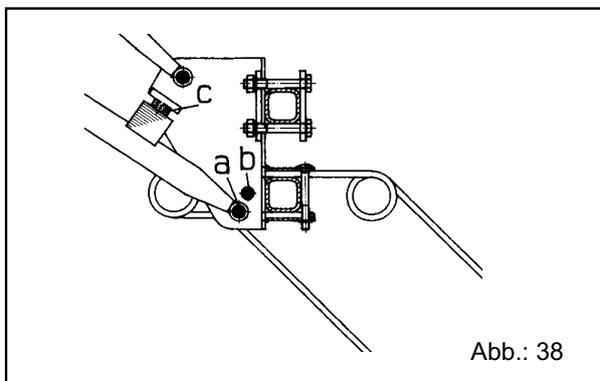

Abb.: 38
**Griffe de recouvrement (fig. 38) :** en deux parties